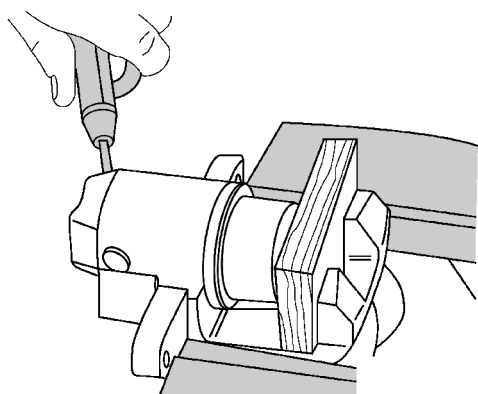

图 3-2-48 用压缩空气将活塞从制动钳体中压出
(1) 用压缩空气将活塞从制动钳体中压出，如图 3-2-48 所示。注意将木板放入槽中，以免活塞损坏。